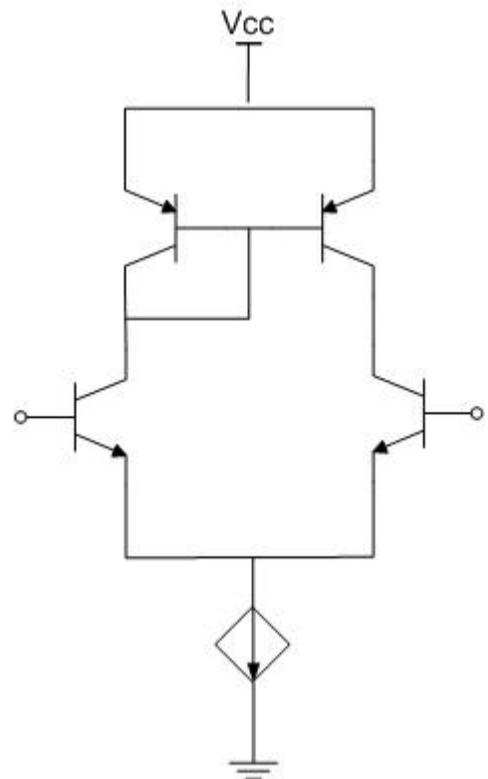

Figura 11
15. O circuito da figura 11 é um amplificador diferencial: